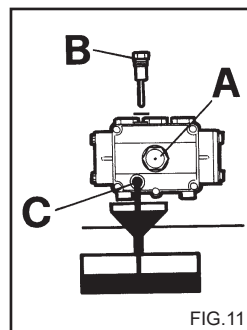

FIG.11
Controllare periodicamente il livello dell'olio della pompa alta pressione tramite la spia (Fig. 11 A) o l'asta di controllo livello (Fig. 11B).
**2)** Svitare il tappo con l'asta di controllo livello (fig. 11).